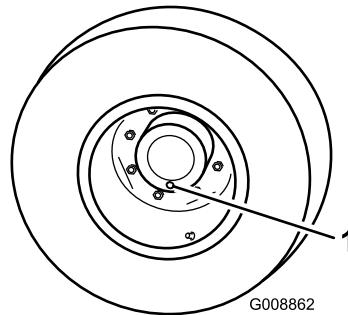

Figura 90
- Coloque a máquina numa superfície nivelada, posicione uma roda de forma a que um dos tampões de verificação se encontre na sua posição mais baixa (6 horas) (Figura 90).